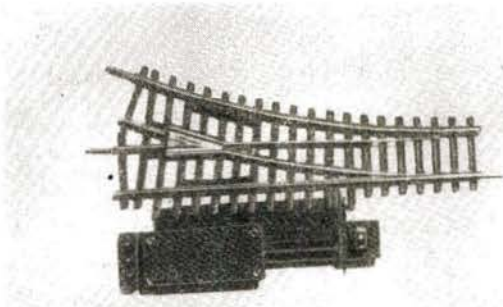

Bild 3
- Bild 3 H0-Anlage mit Schmalspurbahn des Modelleisenbahners Lothar Barche aus Plauen im Vogtland.
ben eine leicht auswechselbare Stellplatte. Außerdem sind die Stellplatten im Handel einzeln erhältlich. Einer üblichen Weiche (Bild 3) wird die Stellplatte abgenommen und gegen eine Stellplatte einer andersläufigen Weiche ausgetauscht (z. B. wird an eine Rechtsweiche